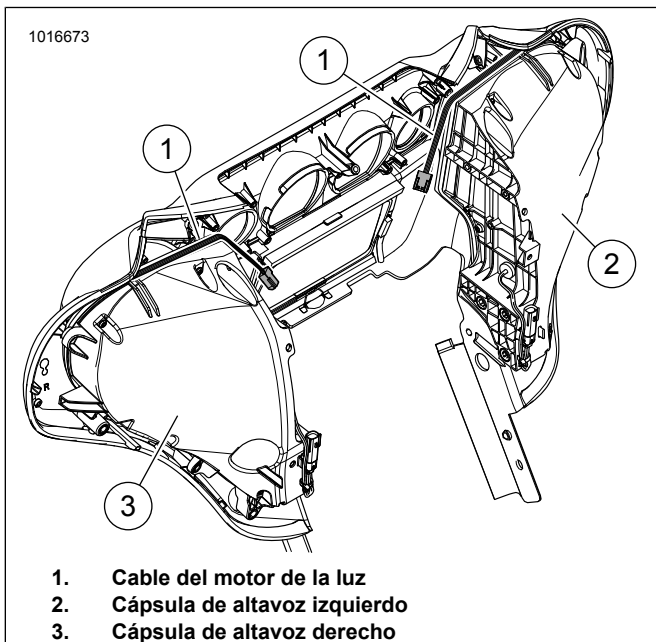

Figura 7. Se muestra el fuselaje de FLH, la ubicación de cables de FLTR es similar
7. Consulte la Figura 7. Pase el cable del motor de la luz (1) como se muestra.